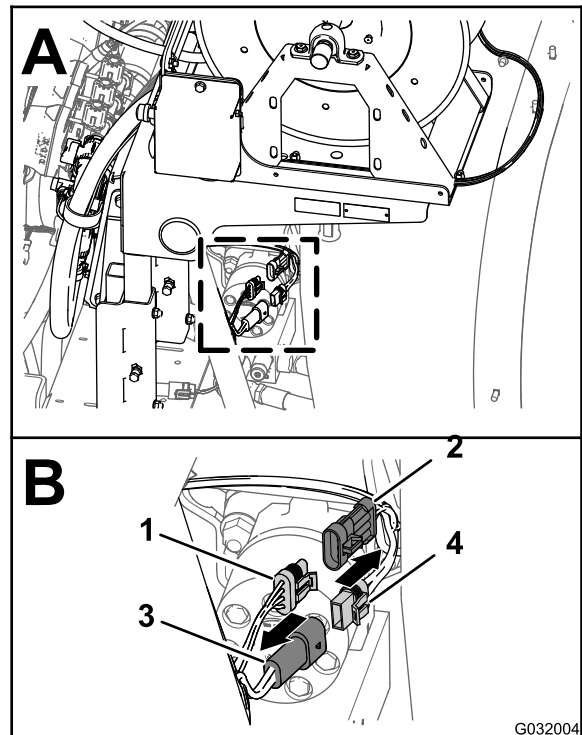

図 3
- 機体後部にて、液剤タンクの後部にある電動ホースリールキットのワイヤハーネスを探し出す 図 3。
- 後メインハーネスの2ピンコネクタから、電動ホースリール用ハーネスの2ソケットコネクタを外す 図 3。
- 後メインハーネスの3ソケットコネクタから、電動ホースリール用ハーネスの3ピンコネクタを外す 図 3。